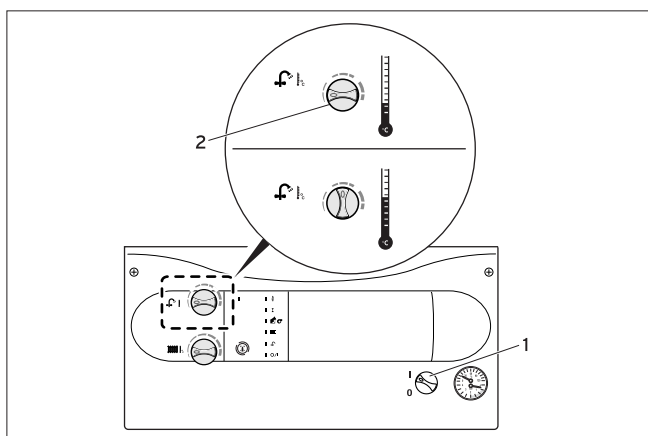

图4.6 设置生活热水温度
4.4.1 设置生活热水出水温度(参见图4.6)
- 将电源开关 (1) 旋至“1”位置;
- 可使用生活热水温度控制旋钮 (2) 调节生活热水的温度;
如果您居住的地区水质较硬，请不要将生活热水温度控制旋钮旋转到超过中间（相当于时钟上12:00）的位置，以防止在生活热水加热器处形成过多水垢，导致热水供应减少。（参见图4.6）